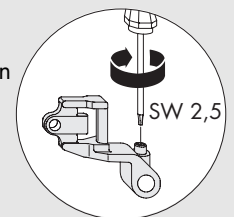

Bild 2
- A** Flügel einhängen. Lagerbolzen (8) durchschieben und einrasten.
- B** Lagerbolzen (8) unbedingt mit Gewindestift im Winkelbandlager (10) sichern (siehe Bild 2).
- A** Seiteneinstellung: über Schere LM 4200 (14)